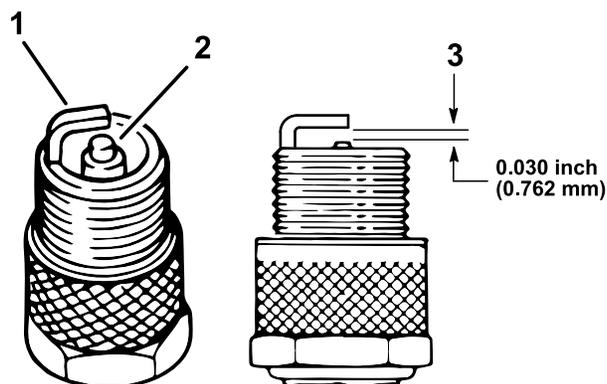

Figura 38
4. Controllate le condizioni degli elettrodi laterale e centrale, e dell'isolatore dell'elettrodo centrale, per accertare che non siano danneggiati (Figura 38).
5. Impostate la distanza tra il centro e il lato degli elettrodi a 0,762 mm, come illustrato nella Figura 38.